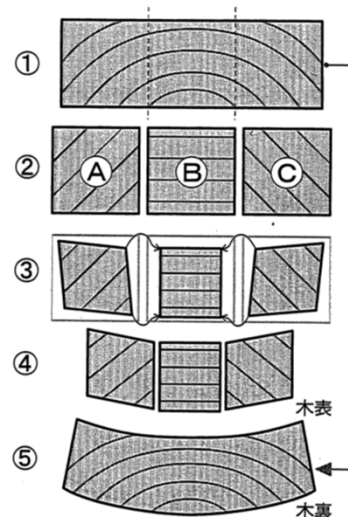

図3 板目板の反り
ここで、板目板の反りについて詳しく説明します。図3²⁾の①は板目板を3分割した断面の単純化モデルです。接線方向は半径方向の2倍収縮しますから、②のAとCはひし形、Bは縦長の長方形になります（③）。変形したA～Cをつなげて④元に戻すと⑤のように反った状態になるというわけです。一方、柾目板の場合は3分割した全ての箇所が②のBと同様になるため、（収縮しますが）反りはほとんど生じません。